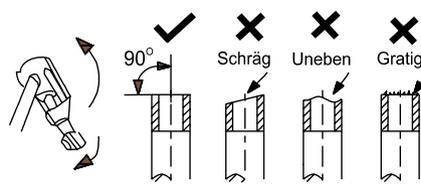

Abb. 8-1
- Längen Sie die Kupferrohre spanfrei und nur mit einem Rohrschneider ab, um eine glatte Schneidkante zu erhalten. (s. Abb. 8-1)